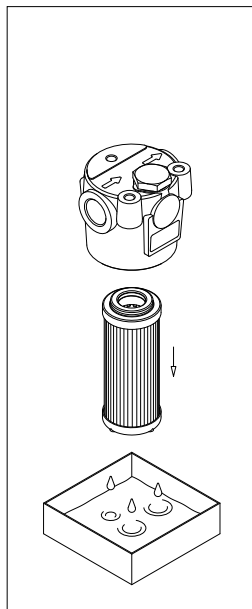

fig. 18
- (Fig. 18) Estrarre l'elemento filtrante.